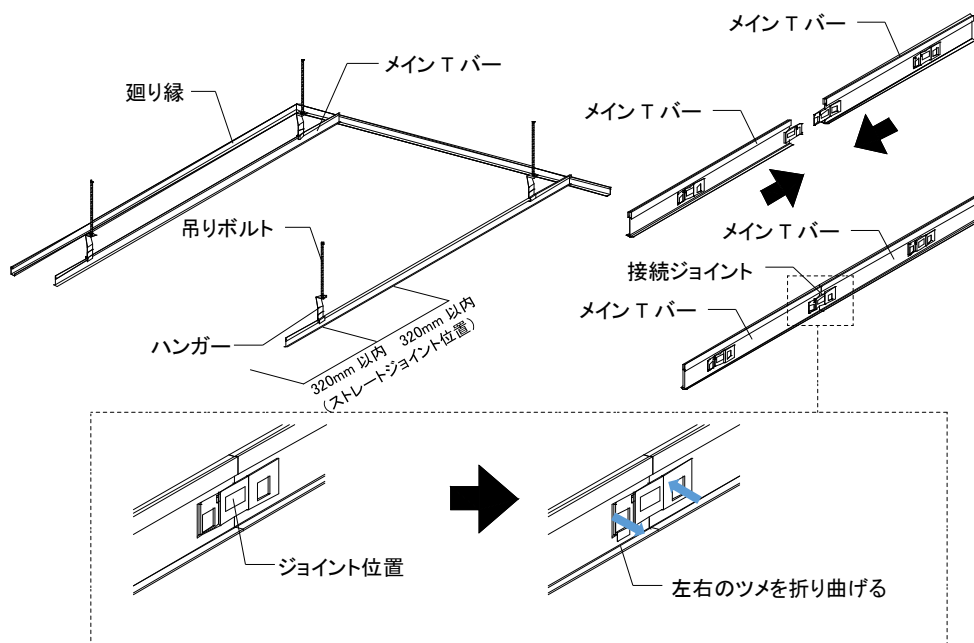

図2-4-2 Tバーの取付け②(メインTバー設置)
②メインTバーのストレートジョイントは、ハンガー芯から 320 mm以内 に設置し、ストレートジョイント設置時は以下の点に留意すること。(図 2-4-2 参照)